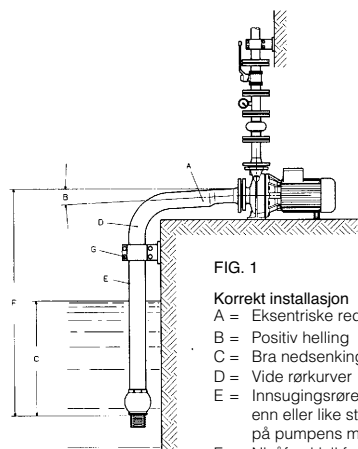

FIG. 1
5.5 Innsugings- og trykkrør (se skjemaet i fig. 1)